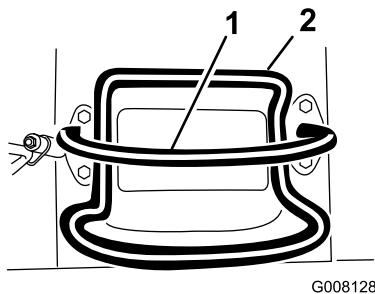
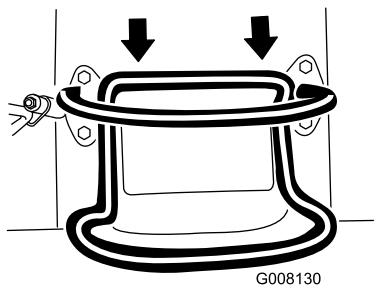

Figura 7
Figura 9
- Per spostarvi in retromarcia, tirate indietro il comando della trazione (Figura 9). Quando ci si sposta in retromarcia, controllare che dietro non vi siano ostacoli e tenere le mani sulla barra di riferimento (Figura 7).
- Per l'arresto, rilasciate il comando della trazione (Figura 7).